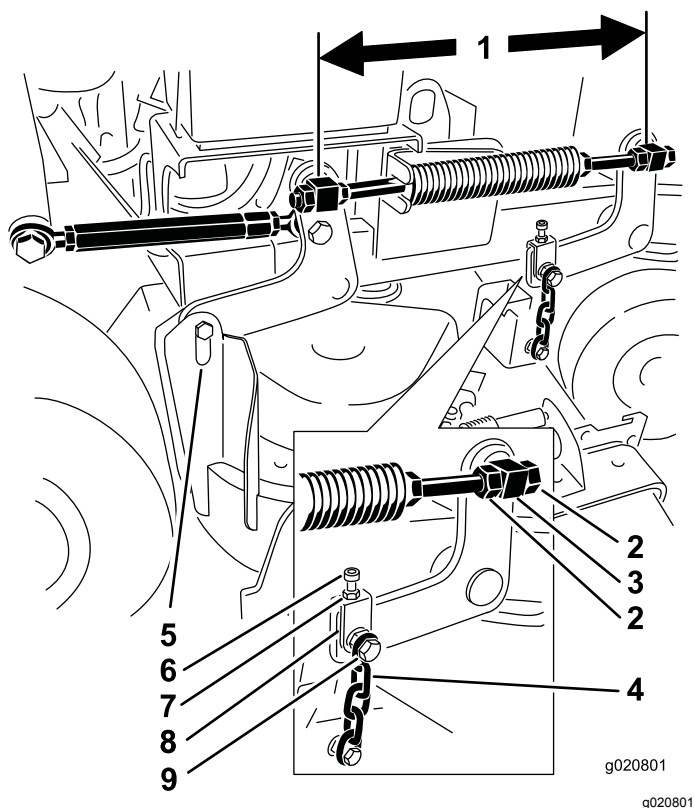

Figura 80
(distancia entre centros) en cada varilla roscada (Figura 80).
2. Afloje las contratuercas en el pivote delantero (Figura 80).
4. Apriete las contratuercas en el pivote delantero (Figura 80).
6. Si es necesario ajustarlo, afloje el perno superior de la cadena (Figura 80).
- Afloje las contratuercas de los pivotes delanteros derecho e izquierdo (Figura 80).
- Apriete las contratuercas de los pivotes delanteros derecho e izquierdo (Figura 80).
- Afloje las contratuercas del pivote izquierdo delantero (Figura 80).
- Apriete las contratuercas del pivote izquierdo delantero (Figura 80).
- Afloje los pernos superiores de las cadenas (Figura 80).
- Afloje las contratuercas en cada horquilla (Figura 80).
- Apriete las contratuercas y los pernos superiores de las cadenas (Figura 80).